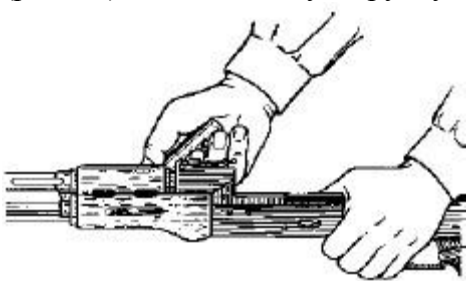

Рис. 17.
8) *Отделить газовую трубку со ствольной накладкой.* Удерживая автомат левой рукой, правой рукой надеть пенал с принадлежностью прямоугольным отверстием на выступ замыкателя газовой трубки, повернуть замыкатель от себя до вертикального положения (рис. 17) и снять газовую трубку с патрубком газовой камеры.